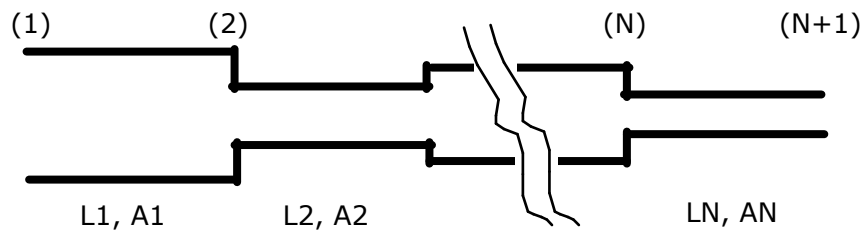

Figura 2.1.
- (a) Considere un tramo de tubería formado por  $N$  subtramos de largo  $L_i$  y área  $A_i$ , como se muestra en la Figura 2.1. Suponiendo fluido incompresible, tubería indeformable y que el flujo ocurre en régimen laminar, plantee una ecuación que permita determinar la variación impermanente del caudal en la tubería en función del valor del Bernoulli en los extremos de ella (secciones (1) y (N+1)).
**Parte a.** Si se tiene un sistema de N tuberías, con largos y diámetros particulares (Figura 2.1) es posible plantear las ecuaciones de Euler en cada tramo de tubería, suponiendo fluido incompresible y tubería indeformable: